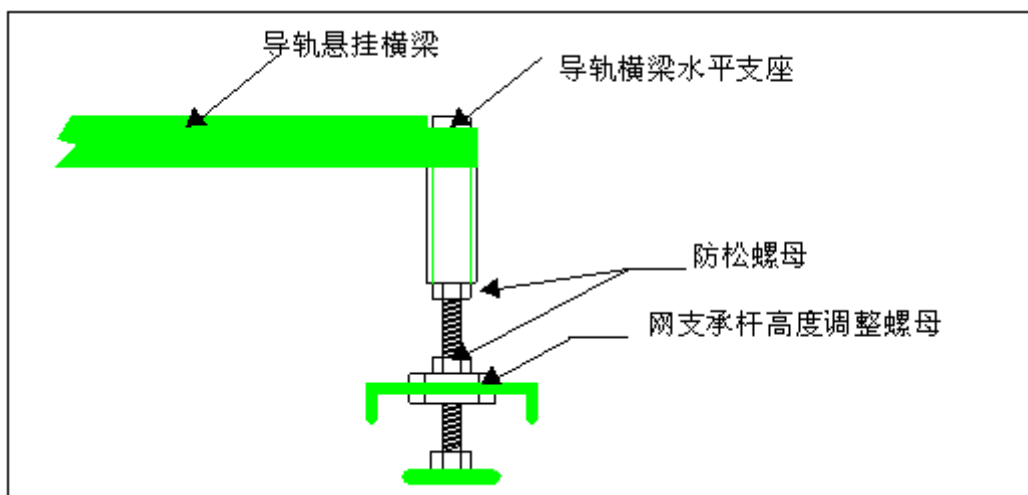

图 7-4
- 1) 如果不水平，旋动传动系统两端与机架连接的螺钉（如图 7-4 所示）。调整整个传动机构的高度，直至网带主、从动支承轮、拨轮（齿底面）的高度与网带支承杆高度平齐。
- 7) 如果检查出水平不正确，应旋动图 7-4 中的螺母调整网带支承杆下面横梁的高度 (调整时从炉膛中间分别向进出口两端调整)，直至间隙消除。